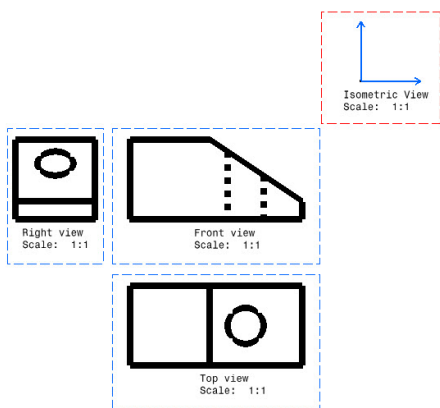

图 6-151
① 如图 6-151 所示，激活要更改平面定义的轴测视图。同上述“定义正视图平面”中步骤①相同的操作，进入如图 6-146 所示的 View Plane（视图平面）对话框。